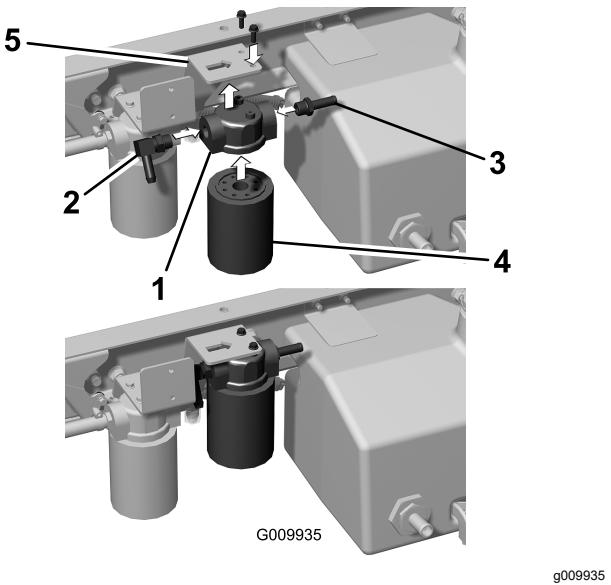

Figura 11
- Monte uma união estriada de 90° no pórtico de admissão da cabeça do filtro (Figura 11).
- Monte uma união estriada reta no pórtico de saída da cabeça do filtro (Figura 11).
- Monte a cabeça do filtro no suporte da estrutura com dois parafusos de cabeça flangeada (1/4 pol. x 3/4 pol.) como se mostra na (Figura 11).